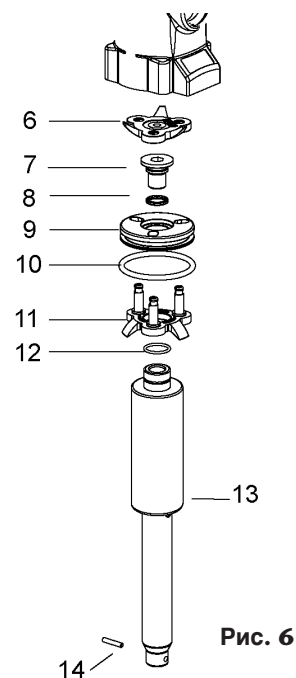

Рис. 6
- Отвернуть всасывающий патрубок. Следует соблюдать осторожность, чтобы не повредить уплотнительное кольцо (24).
- Снять штифт (14), чтобы отделить нижнюю часть насоса (рис. 6).
- Вывернуть винты (22) и потянуть за оправку пневматического двигателя, чтобы снять ее. В результате открывается доступ к деталям пневматического двигателя.
- При необходимости заменить детали (18) и (15).
РЕВЕРСИРУЮЩЕЕ УСТРОЙСТВО (РИС. 6)